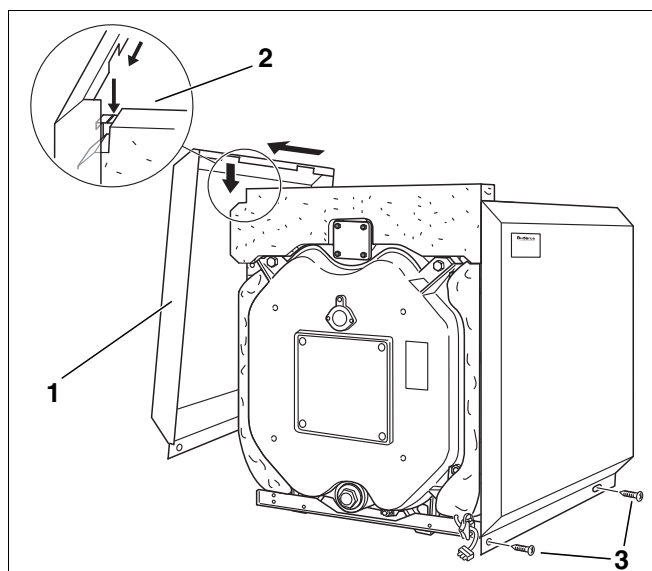

Fig. 35 Montage – panneaux latéraux
- Accroche le panneau latéral (fig. 35, [1]) avec les découpes dans les fentes des traverses supérieures (fig. 35, [2]) et pousser vers l'avant jusqu'à la butée (voir flèches dans fig. 35).
- Visser les panneaux latéraux en bas avec deux vis à tête plate, dans les traverses inférieures (fig. 35, [3]).